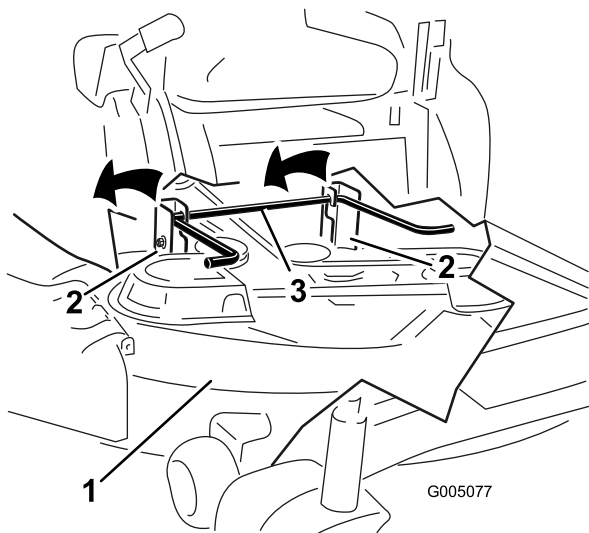

Figure 55
5. En vous aidant des poignées, soulevez le tablier de coupe et les supports pour les dégager de la tige de levage arrière et abaissez le tablier au sol avec précaution (Figure 55 et Figure 56).
5. Soulevez l'arrière du tablier de coupe et guidez les supports sur la tige de levage arrière (Figure 55).